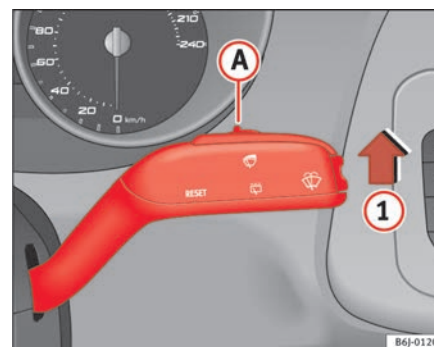

Abb. 61 Scheibenwischerhebel
- Bewegen Sie den Scheibenwischerhebel in Position **1** ⇒ **Abb. 61**.